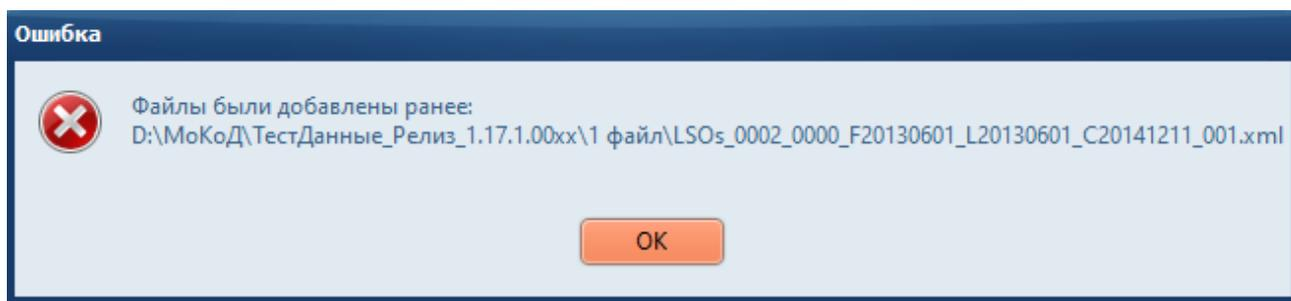

Рисунок 20 – Сообщение при повторном добавлении файлов
**Примечание:** при добавлении файлов электронной информации, которые были добавлены ранее, появляется окно с сообщением о дублировании (Рисунок 20).